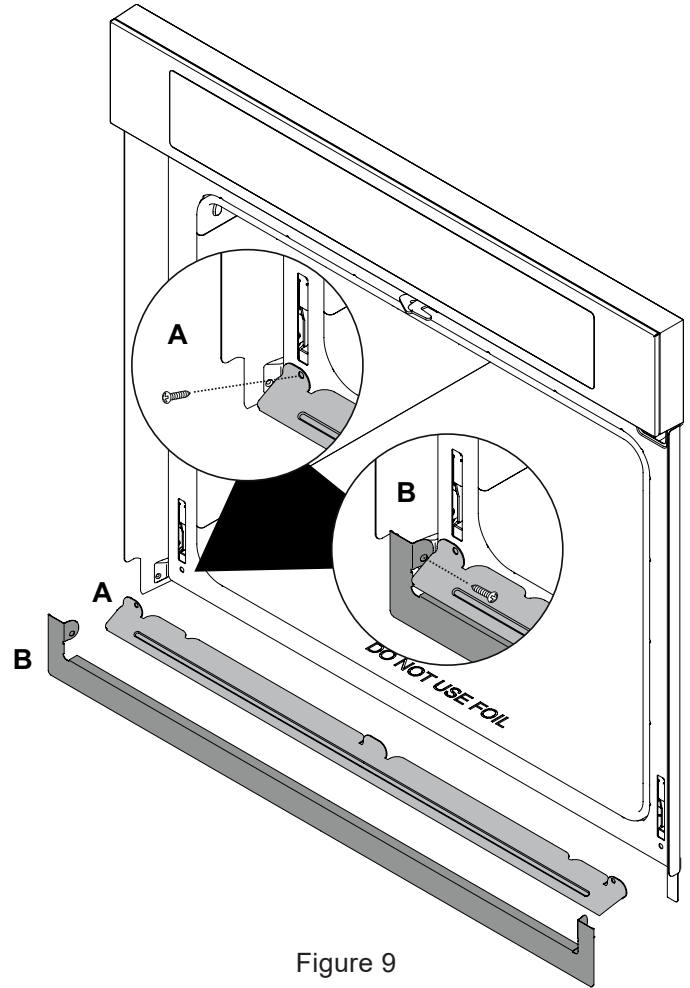

Figure 9
A. Placez le déviateur d'air (A) en place, comme indiqué sur la Figure 9. Alignez les emplacements des vis et fixez les deux extrémités.
B. Placez la garniture de couleur assortie (B) comme indiqué. Alignez les emplacements des vis et fixez les deux extrémités.